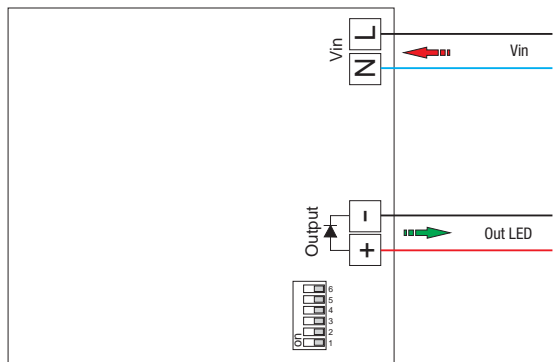

Fig. 2 - PTDCM/35
- A - Fonction 0÷10Vdc (S10) - DIM34... (R)** - Fig. 2 - Via signal de contrôle 0÷10Vdc
- A - Funktion 0÷10Vdc (S10) - DIM34... (R)** - Abb. 2 - Mittels Kontrollsignal 0÷10Vdc